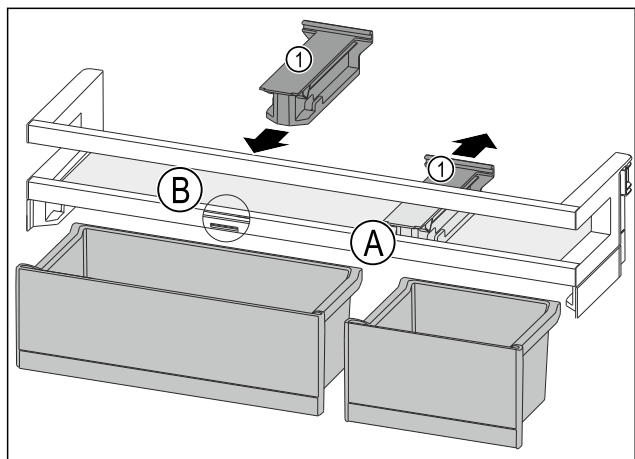

Fig. 87
- ▶ Pociągnąć element trzymający Fig. 87 (1) w pozycji Fig. 87 (A) do tyłu.
- ▶ Włożyć element trzymający Fig. 87 (1) w pozycji Fig. 87 (B).